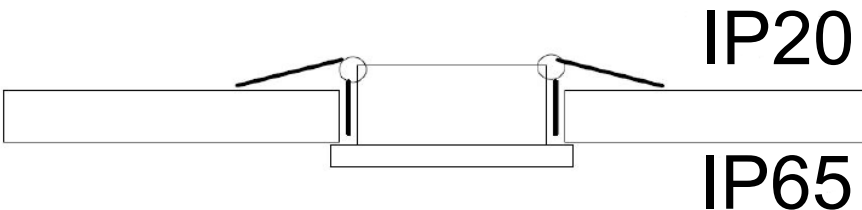

Abb.: 3 Einbau in geschlossene Decken
*IP65 bei Einbau in geschlossene Decken (Abb.:3)